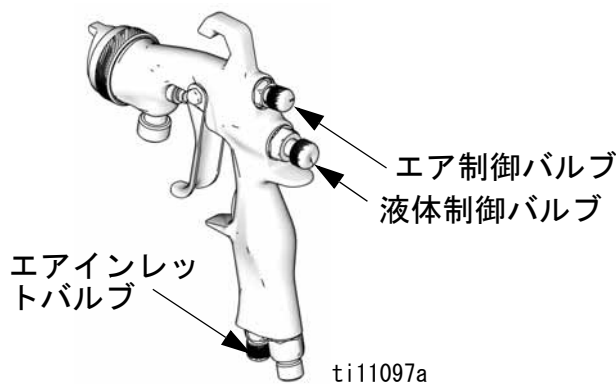

図3
2. フルファンパターンを作るために、エア制御バルブを反時計回りに回転させます。図3を参照してください。
3. 丸いパターンを作成するには、時計回りにエアコントロールバルブを完全に回転させることによって、パターンエアをオフにします。図3を参照してください。